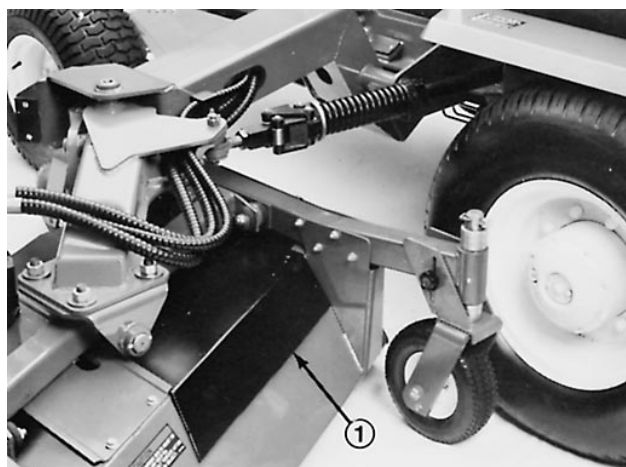

Figure 55
2. Déposer le couvercle intérieur de poulie de l'unité (Fig. 55).